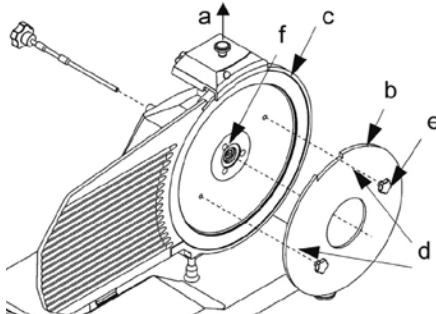

Abb. 7 – Anlegen der Vorrichtung aus Plexiglas (b) zum Abnehmen des Messers
Um das Messer von der anderen Seite zu waschen, muss man es abnehmen [Siehe Abb. 7].
- Abdeckung des Messers abnehmen [Siehe Abb. 7];